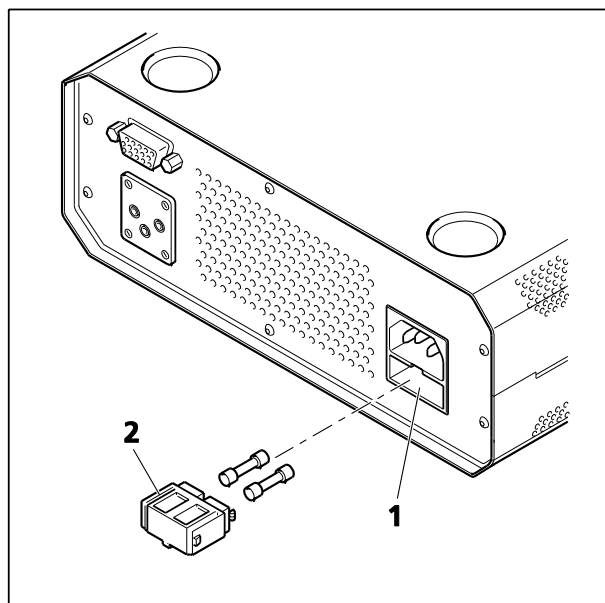

Fig. 214 Remplacement des fusibles sur l'unité d'alimentation électrique
- Extraire le porte-fusibles (Fig. 214/2) vers l'avant. Si nécessaire, utiliser un petit tournevis.
- Repousser à fond le porte-fusibles dans son compartiment (Fig. 214/1).